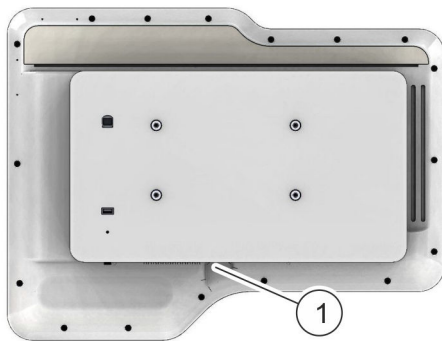

Fig. 4: Interruptor de conexión/desconexión en el terminal
1. ➔ Pulse el interruptor de conexión/desconexión (Fig. 4/1) para conectar el terminal.
3. ➔ Pulse el interruptor de conexión/desconexión (Fig. 4/1) para desconectar el terminal.